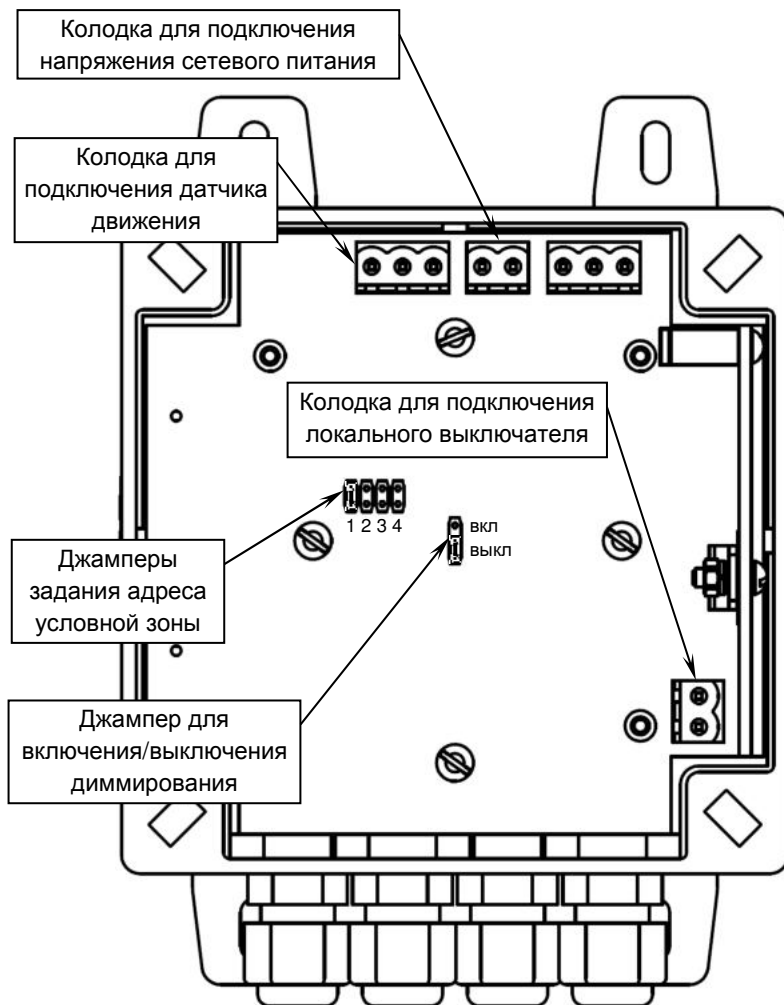
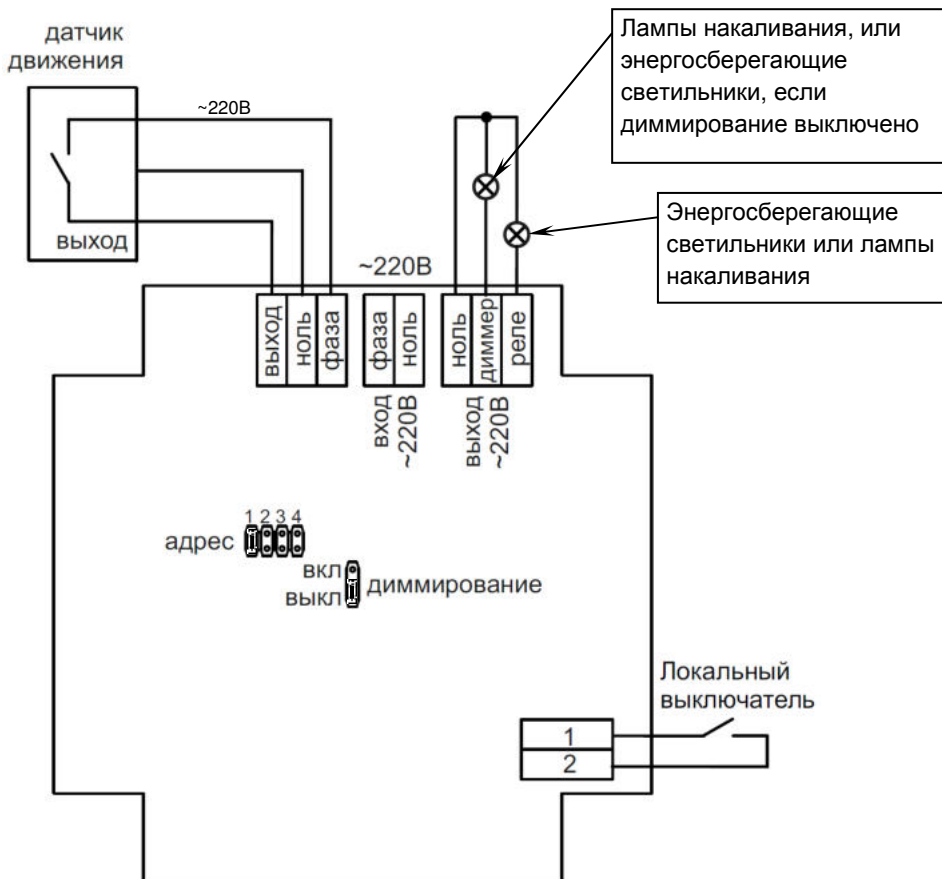

Рисунок 2 — Общий вид контроллера со снятой крышкой
Рисунок 3 — Схема подключений
Принадлежность каждого контроллера к конкретной зоне (адрес зоны) задается с помощью перемычек-джамперов, расположенных на печатной плате внутри корпуса контроллера (см. рисунок 2 и таблицу 2).
- подсоедините к кабельным частям разъемных клеммных колодок (входят в комплект поставки) провода для подключения проводов сетевого питания, локального выключателя, датчика движения и осветительного оборудования в соответствии с назначением клемм подключения (рисунок 2) и схемой подключения (рисунок 3);
- длительным нажатием на кнопку RF (см. рисунок 2 руководства по эксплуатации на системный контроллер) включите режим сопряжения с контроллером освещения, светодиод RF системного контроллера начнет мигать, а зуммер издавать звуковой сигнал;